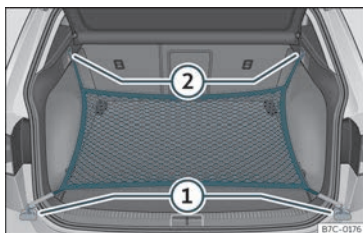

Fig. 113 No maleteiro: argolas ① e ganchos ② para enganchar a bolsa de rede.
- Fixe os ganchos curtos da rede nas argolas de amarre >>> **fig. 113** ① >>> ⚠. A cremalleira da bolsa ten que quedar cara arriba.
- Fixe as cintas nos ganchos para colgar bolsas ②.